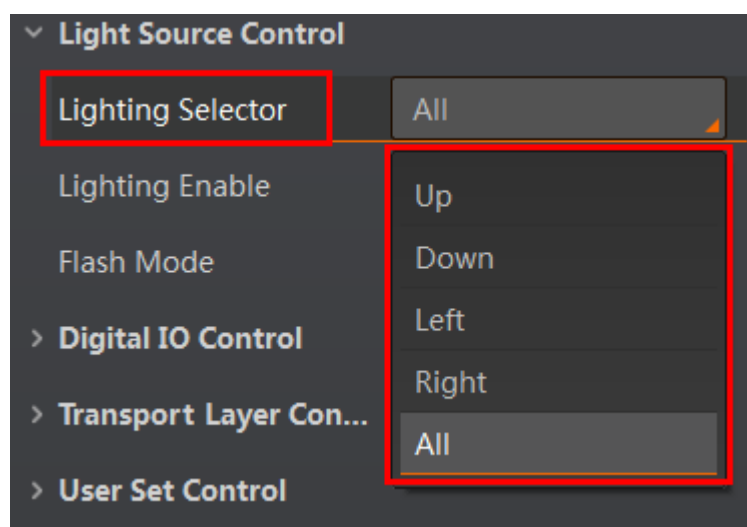

图3-9 光源设置
3. 通过 *Lighting Selector* 参数下拉选择需要设置的 LED 灯珠, 可选 *Up/Down/Left/Right/All*, 分别对应上/下/左/右/全部, 如图 3-9 所示。